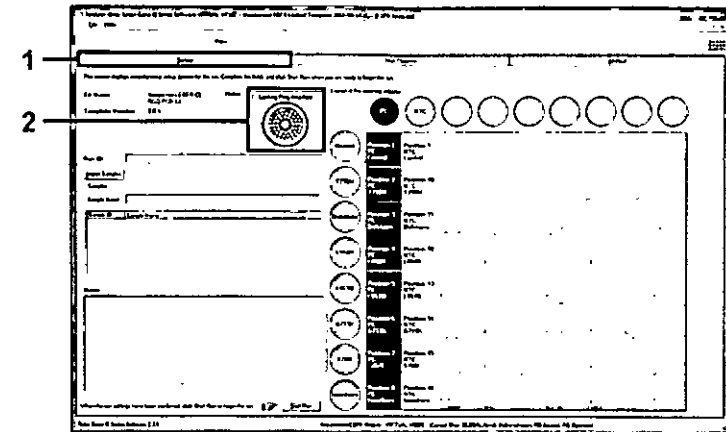

Ilustración 11. Pestaña "Setup" (Configuración) (1) y opción "Locking Ring Attached" (Anillo de fijación sujeto) (2)
13. Se abre de manera predeterminada la pestaña "Setup" (Configuración) (ilustración 11). Confirme que el anillo de fijación esté sujeto y marque la casilla "Locking Ring Attached" (Anillo de fijación sujeto). Cierre la tapa del equipo Rotor-Gene Q MDx.